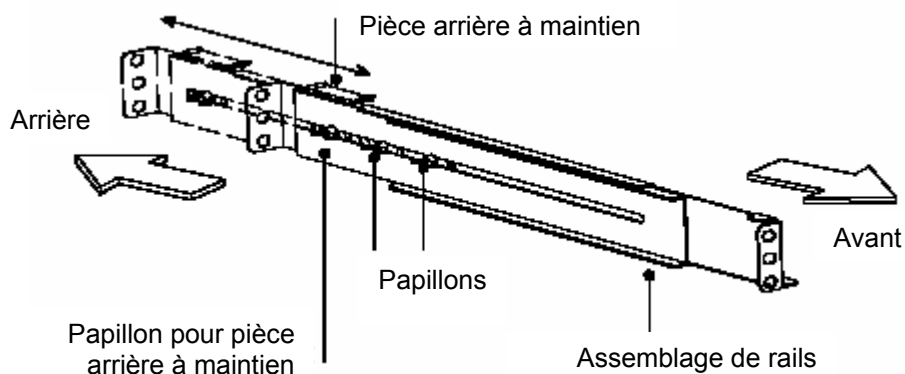

Figure 3 – Ajustement de la longueur des rails
3. Desserrer les papillons sur les 2 assemblages de rails et ajustez la taille du rail à la profondeur de votre rack (voir figure 3).